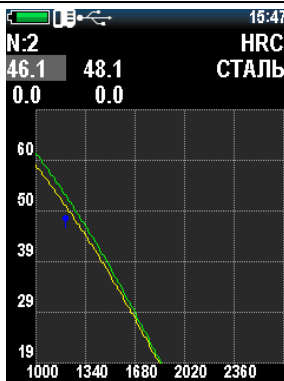

Рисунок 2.38 – После корректировки первого образца
7. Для перехода к следующему значению используйте «», для сохранения первого значения нажмите «». После корректировки значения твердости первого образца дисплей прибора примет вид как на рис. 2.38.